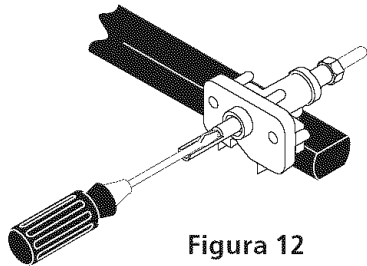

Figura 12
4. Ajuste bajo ("LO") ara la válvula de los quemadores de superficie (Figura 12)